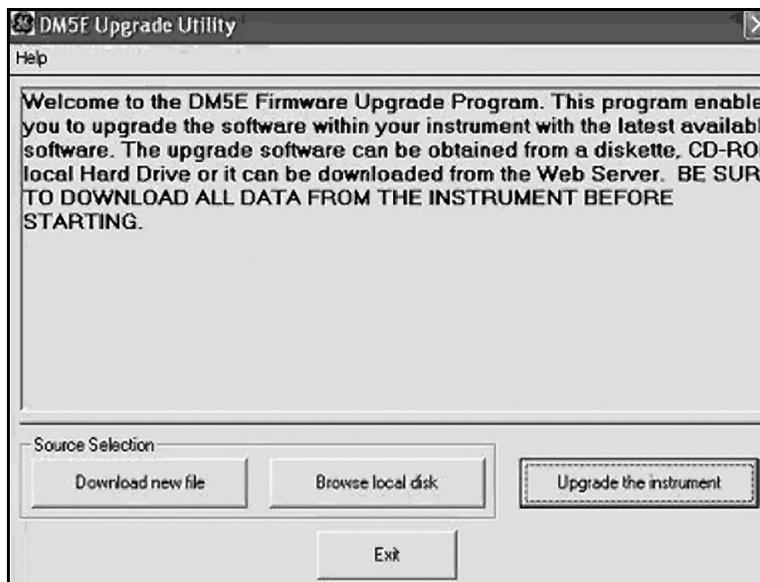

Abbildung 22: Geräteeinstellungen ändern
2. Führen Sie das *Upgrade-Dienstprogramm* über das Programmmenü Ihres PC aus. Bei einem typischen Windows-Betriebssystem klicken Sie hierzu auf die Schaltfläche START, dann auf AUSFÜHREN. Wählen Sie dann PROGRAMS und anschließend das DM5E-Upgrade-Dienstprogramm aus (siehe Abbildung *Abbildung 22 auf Seite 68*).